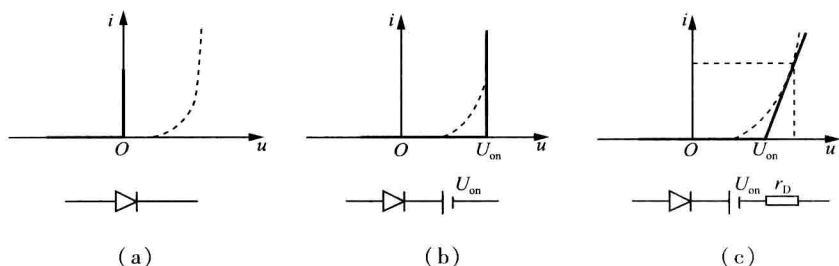

图 1.2 由伏安特性折线化得到的等效电路
(1) 理想二极管：二极管导通时正向压降为零，截止时反向电流为零。用空心的二极管符号来表示，如图 1.2(a) 所示。
(2) 恒压降模型：二极管导通时正向压降为一个常量 U_{on} ，截止时反向电流为零。因而等效电路是理想二极管串联电压源 U_{on} ，如图 1.2(b) 所示。
(3) 折线模型：当二极管正向电压 U 大于 U_{on} 时，其电流 I 与 U 成线性关系，直线斜率为 $1/r_D$ 。二极管截止时反向电流为零。因此，等效电路是理想二极管串联电压源 U_{on} 和电阻 r_D ，且 $r_D = \Delta U / \Delta I$ ，如图 1.2(c) 所示。